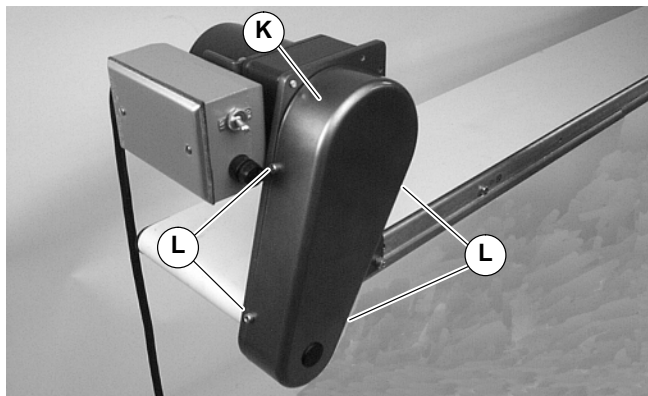

Abbildung 9
1. Vier (4) Schrauben (L siehe Abbildung 9) entfernen und Abdeckung (K) abnehmen.
4. Die Abdeckung (K siehe Abbildung 9) mit vier (4) Schrauben (L) installieren. Die Schrauben mit 4 Nm festziehen.
6. Die Abdeckung (K siehe Abbildung 9) mit vier (4) Schrauben (L) installieren. Die Schrauben mit 4 Nm festziehen.
2. Vier (4) Schrauben (L siehe Abbildung 9) entfernen und Abdeckung (K) abnehmen.